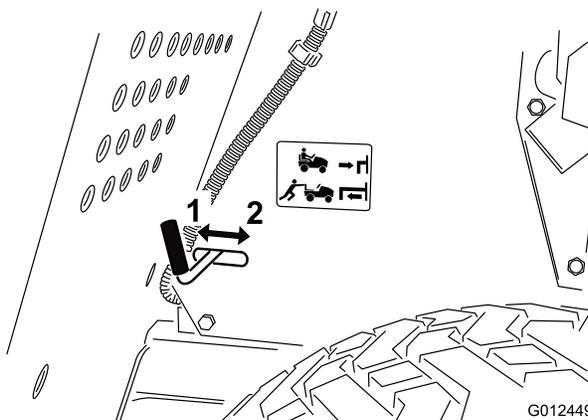

Figura 14
7. Tire del control de tracción, situado en la parte posterior de la máquina, a la posición de Empujar (Figura 14).
2. Empuje el control de tracción a la posición Funcionamiento (Figura 14) para engranar el sistema de tracción.